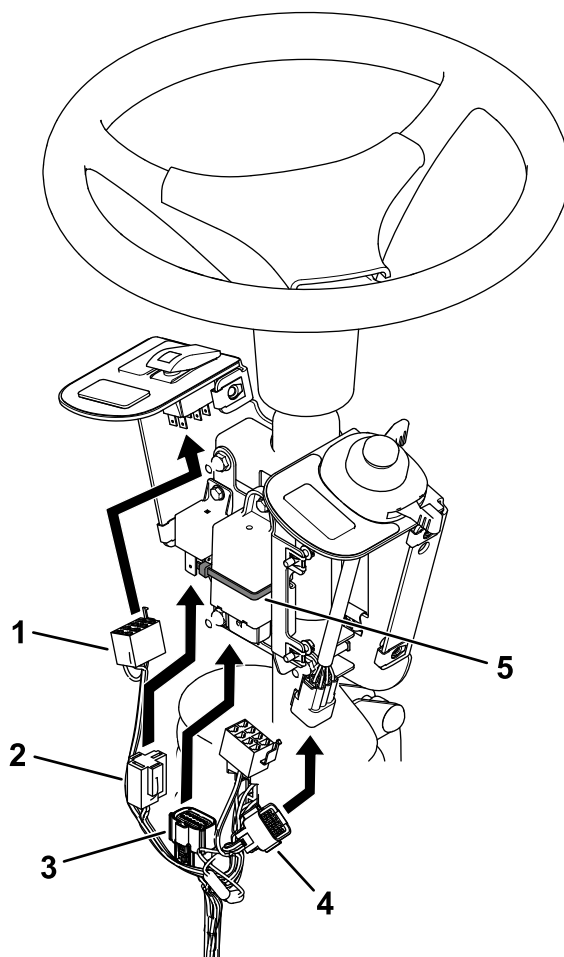

Figure 8
- Sécurisez la centrale clignotante avec un attache-câble (Figure 8).
- Branchez le faisceau à l'interrupteur à bascule et au commutateur multifonction (Figure 8).
- Branchez le faisceau au relais et à la centrale clignotante (Figure 8).